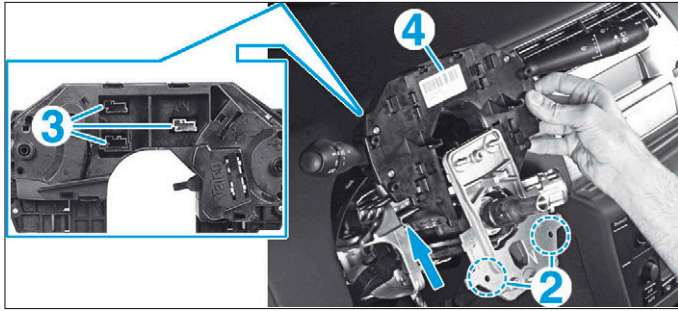

FIG. 7
- Déposer les vis (2) (Fig.7).
- Débrancher les connecteurs (3) et déposer le module de commande sous volant (4).